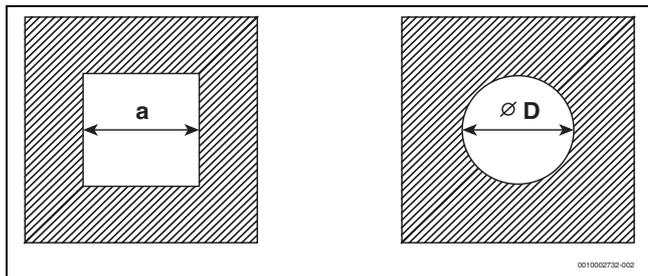

Рис. 5 Прямоугольное и круглое поперечное сечение
- ▶ Проверьте, соблюдаются ли допустимые размеры шахты для конкретного случая применения. Если размеры a_{\min} или D_{\min} **меньше нижних предельных**, то монтаж **не разрешается** (→ Рис. 5 и Таб. 7).